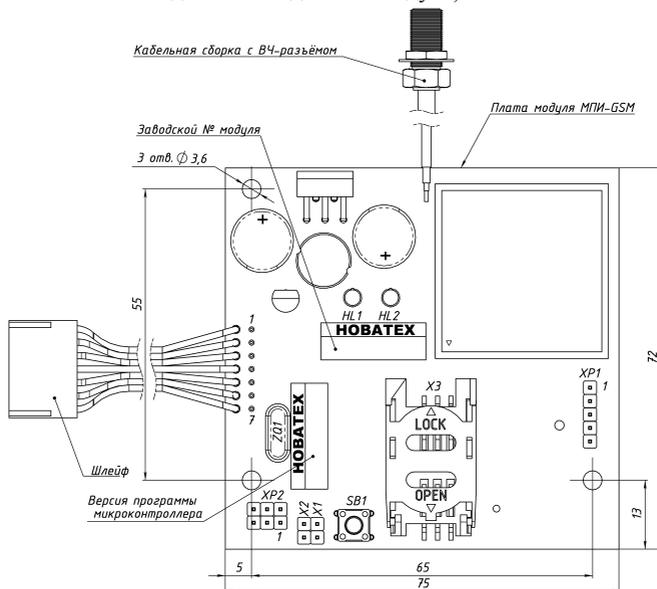
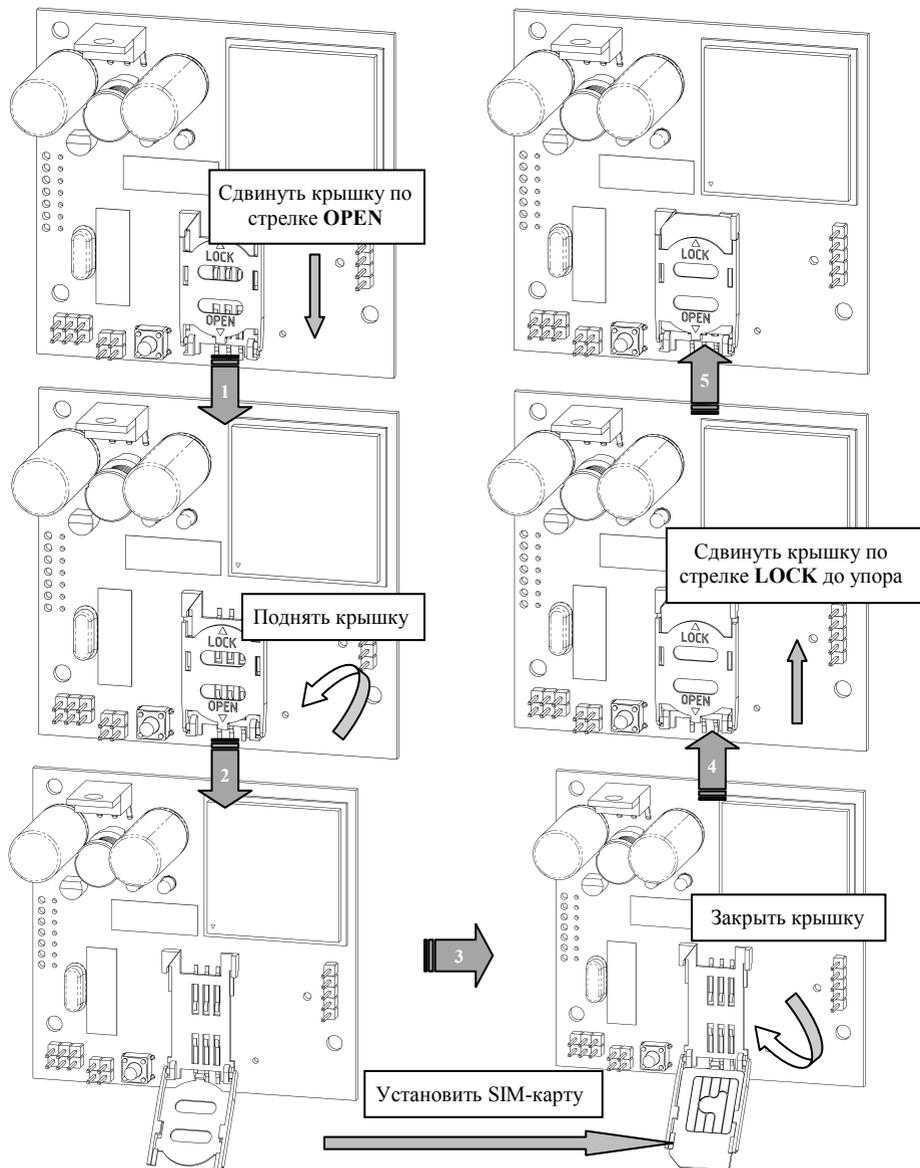

Рисунок 1 – Внешний вид модуля МПИ-GSM
Рисунок 3 - Установка SIM-карты
По величине создаваемых при работе радиопомех модуль удовлетворяет требованиям ГОСТ 30379 и СТБ ЕН 55014 (п.4.1.1, табл.1). По ИК1 используется График 3 (рисунок 1) ГОСТ 30379. По ИП1 используются графики 2 и 3 (рисунок 2) ГОСТ 30379.
На плате модуля имеются (см. Рисунок 1):
На плате установлен микроконтроллер, версия программы которого записана на этикетке (см. Рисунок 1). Назначение перемычек и разъёмов, расположенных на плате приведено в Таблице 3.
ВНИМАНИЕ! Для установки модуля в корпусе ПКП необходимо наличие в последнем отверстий под установку стоек крепления модуля или уже установленные стойки с нужным посадочным местом (установочные размеры модуля (стоек) – (65x55)мм (3 стойки) – см. Рисунок 1.) и отверстие под крепление ВЧ-разъёма кабельной сборки (Ø 7мм) на верхней стенке прибора. При их отсутствии необходимо доработать корпус под возможность установки модуля МПИ-GSM.
- соединить модуль с платой управления ПКП шлейфом (см. Рисунок 1);
- закрепить ВЧ-разъём кабельной сборки (см. Рисунок 1) на верхней стенке корпуса ПКП в специально предназначенном отверстии $\varnothing 7$ мм;
- вставить SIM-карту в картоприёмник (X3) – см. Рисунок 1 и Рисунок 3.